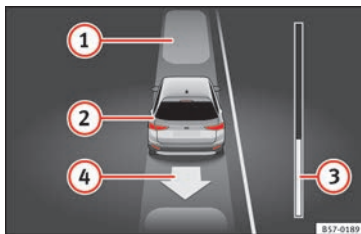

Abb. 222 Im Display des Kombiinstrumentes: parallel zur Fahrbahn ausparken.
Legende zu **Abb. 222**:
7.	ODER: fahren Sie rückwärts, bis im Display des Kombiinstrumentes die Anzeige zum Vorwärtsfahren erscheint. Der Fortschrittsbalken » Abb. 222 ③ zeigt die zu fahrende Distanz an » Seite 267.